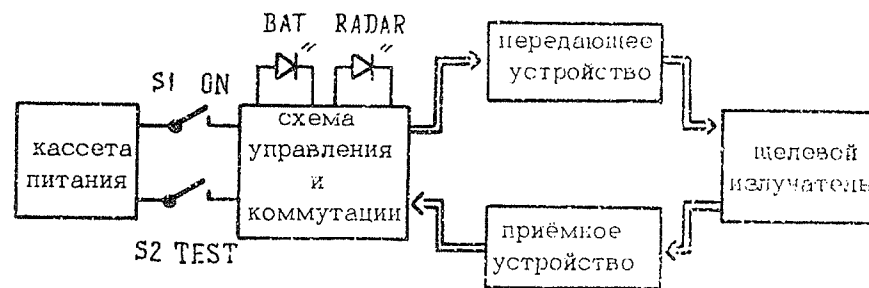

Рис. 1. Радиолокационный спасательный ответчик ДРЕЙФ
2. 4. 1. Радиолокационный спасательный ответчик ДРЕЙФ представляет собой радиоэлектронное приёмо-передающее устройство, функциональная схема которого представлена на рис. 1